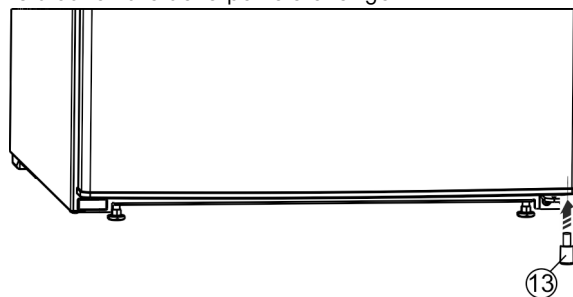

Fig. 26 *
- Replacer la butée *Fig. 26 (13)* en bas à droite sur la porte, car elle joue un rôle important pour la stabilité de l'appareil.*